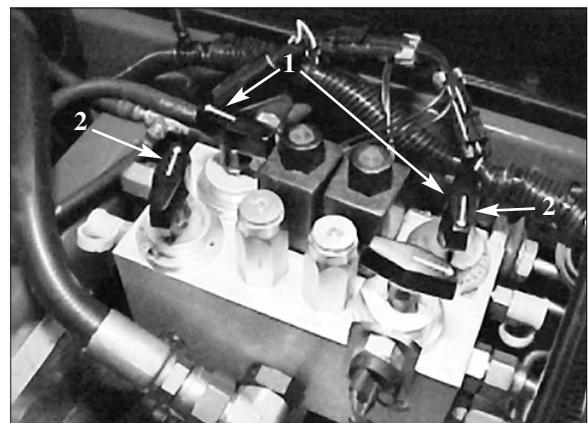

Bild 16
4. Drehen Sie zum Einstellen der Spindeldrehzahl die Räder (Bild 16), bis die Zeiger auf die Nummern zeigen, die der gewünschten